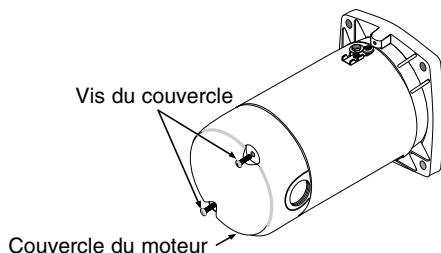

Figure 6 : Dépose du couvercle du moteur
7. Brancher les conducteurs transporteurs de courant sur les bornes L1 et L2 qui se trouvent sous le carter du moteur. Lorsque l'on remplace le moteur, comparer le schéma de câblage de la plaque signalétique par rapport à la Figure 6. Si le schéma de câblage du moteur ne correspond pas au schéma de la Figure 6, suivre le schéma de câblage du moteur.
IMPORTANT : Les modèles monophasés fonctionnant sur le 115/230 volts sont expédiés de l'usine câblés pour fonctionner sur le 230 volts. Si le courant d'alimentation est de 115 volts, déposer le carter du moteur et rebrancher le moteur comme il est illustré à la Figure 6. Ne pas essayer de faire fonctionner un moteur comme il est reçu sur le courant de 115 volts.